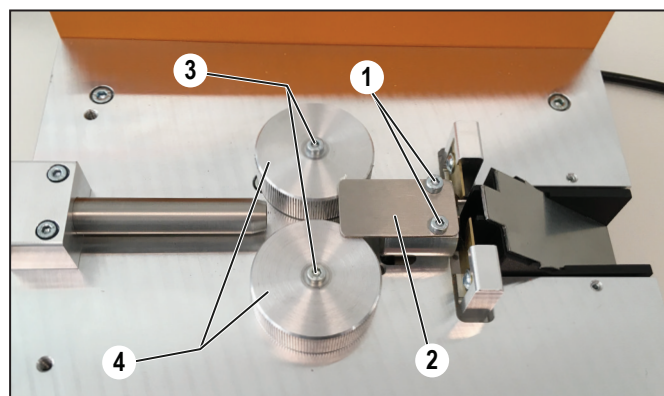

Figura 8.5 Sostituire i rulli di avanzamento
- Rimuovere le viti di fissaggio (Figura 8.5, 1)
- Rimuovere la lamiera di copertura (Figura 8.5, 2).
- Rimuovere le viti di fissaggio (Figura 8.5, 3)
- Rimuovere i rulli di avanzamento (Figura 8.5, 4) e applicare i nuovi rulli.
- Rimontare la nuova lamiera di copertura (Figura 8.5, 2).